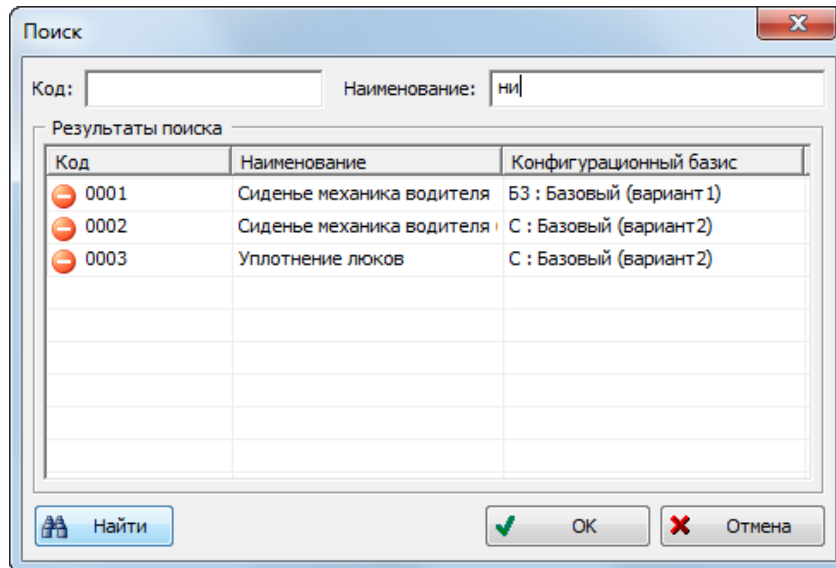

Рис. 13-59 – Поиск правила совместимости по его коду и/или наименованию
- 2) Нажать кнопку «Добавить существующее» на вкладке «Правила». После этого появится окно «Поиск» (рис. 13-59).